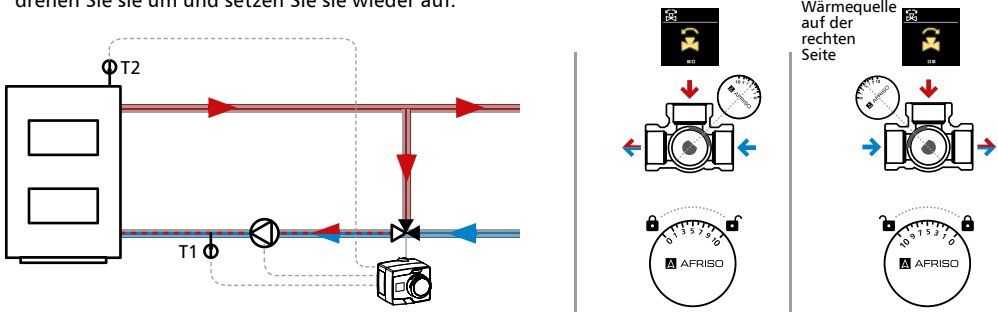
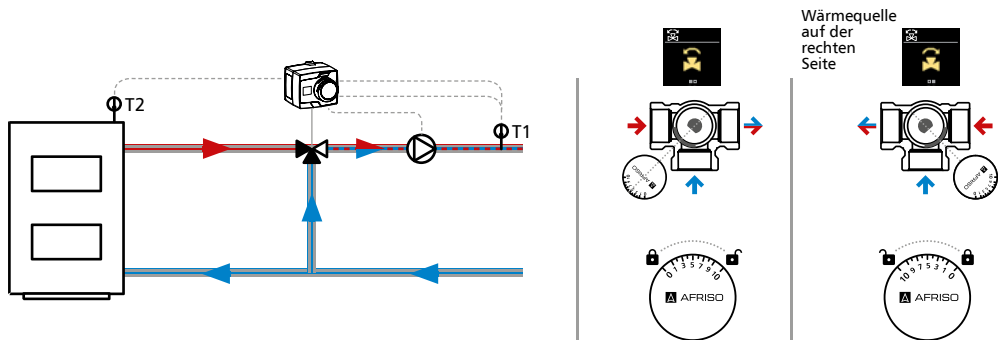
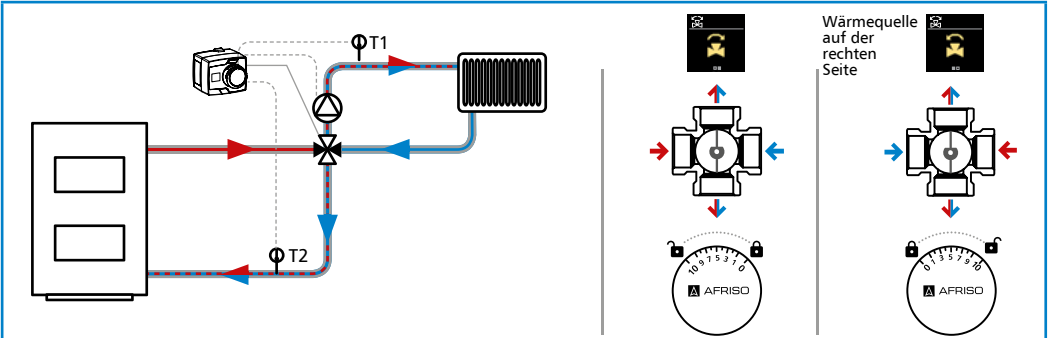

Abb. 9. Schema mit Mischventil am Rücklauf zur Wärmequelle zum Schutz des Kessels vor Niedertemperaturkorrosion.
Abb. 10. Schema mit einem Mischventil, das in der Zuleitung installiert ist, um die in die Anlage ausgehende eingestellte Temperatur zu halten.
Abb. 11. Schema mit eingebautem 4-Wege-Mischventil zum Schutz des Kessels vor Niedertemperaturkorrosion.
- Die Temperatursensoren T1 und T2 gemäß dem gewählten Schema (Abb. 9., Abb. 10., Abb. 11.) mit den im Set enthaltenen Adaptern oder speziell vorbereiteten Tauchhülsen montieren.
Wählen Sie das entsprechende Schema je nach der Anlage, in der das Mischventil installiert ist. Zur Wahl stehen ein Schema mit einem Ventil, das auf dem Rücklauf zur Wärmequelle (Abb. 9), auf dem Vorlaufrohr (Abb. 10) oder mit einem 4-Wege-Ventil (Abb. 11) montiert ist.
Im letzten Schritt muss je nach gewähltem Schema die entsprechende Skala „0 bis 10“ oder „10 bis 0“ angebracht werden (Abb. 9, Abb. 10, Abb. 11). Um die Skala zu ändern, hebeln Sie die Plakette an, drehen Sie sie um und setzen Sie sie wieder auf.